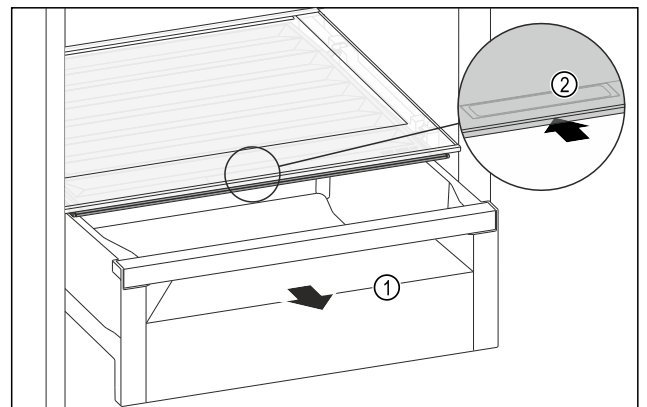

Fig. 125
▶ 拉出抽屉 Fig. 125 (1)。
▶ 抓住抽屉盖上的内嵌式拉手 Fig. 125 (2)，并同时向后推入抽屉盖。